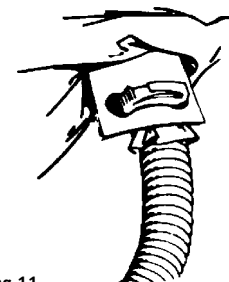

Abbildung 11
3. Schieben Sie Nylon-Klemmen auf die Lufteintrittsmuffe und den Atemschlauch, und stecken Sie die Feststellvorrichtungen durch die zwei Öffnungen in der Kunststoffplatte, die in die Haube eingnäht sind. Die Feststellvorrichtungen sollten vom Hals des Benutzers wegzeigen (siehe Abb. 11).